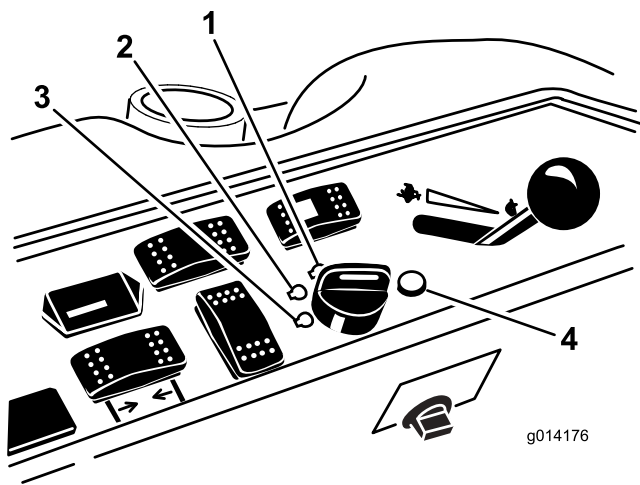

Рисунок 20
6. Поверните ключ зажигания по часовой стрелке в положение РАБОТА (Рисунок 20).
3. Поверните ключ зажигания в положение Выкл. (Рисунок 20). Прежде чем покинуть рабочее место, дождитесь остановки всех движущихся частей.